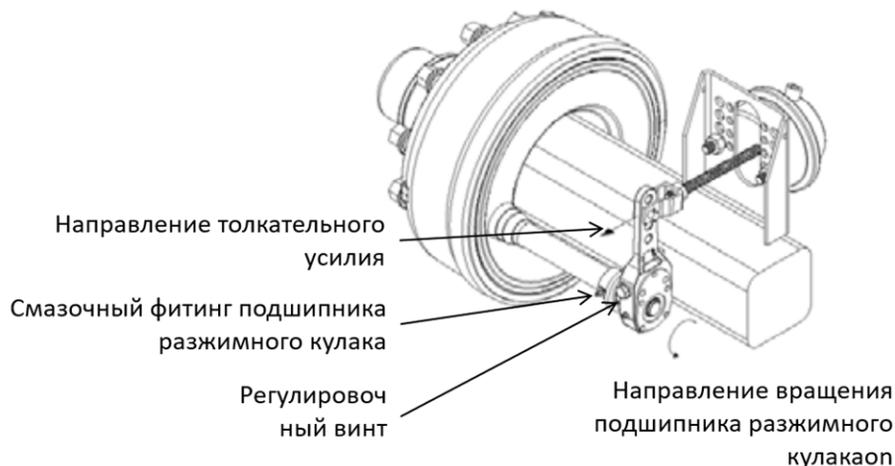

рисунок 52 — Регулировка тормозов с помощью механизма регулировки зазора
- Если у подшипников разжимных кулаков есть смазочные отверстия, смажьте их (рисунок 52). Не наносите слишком много смазки, так как остатки смазки могут попасть на фрикционные накладки и барабаны.
После установки механизма регулировки зазора поверните регулировочный болт механизма, чтобы отрегулировать его положение по отношению к валу (рисунок 52).
Поверните его в направлении вращения подшипника кулака (рисунок 52). Для регулировки зазора поверните болт так, чтобы вал провернулся в том же направлении.